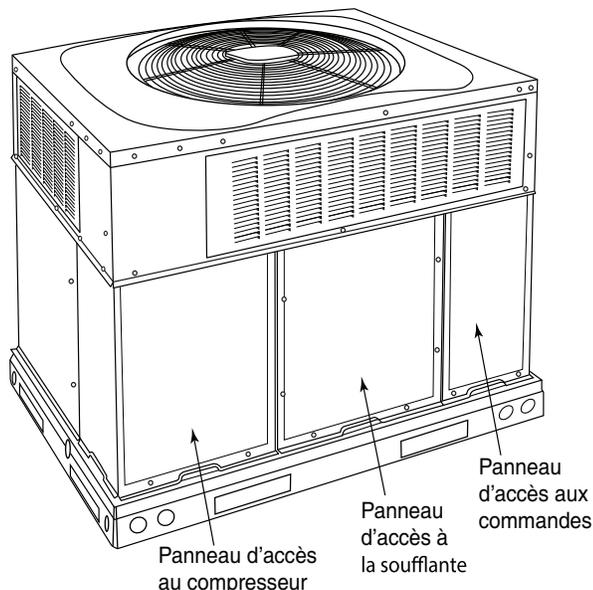

Fig. 24 – Panneaux d'accès de l'appareil
- a. Retirez les panneaux d'accès du ventilateur (consultez la Fig. 24).
- g. Réinstallez les panneaux d'accès du ventilateur (consultez la Fig. 24).
1. Retirez le panneau d'accès de commande (consultez la Fig. 24).
Retirez les panneaux d'accès du ventilateur (consultez la Fig. 24). L'interrupteur de limite est situé sur le compartiment de ventilateur.
3. Retirez le panneau d'accès de commande (consultez la Fig. 24).
Retirez les panneaux d'accès (consultez Fig. 24) pour accéder aux commandes électriques et au câblage. Vérifiez que toutes les connexions électriques sont bien serrées. Serrez toutes les vis des connexions. Si les connexions portent des traces de décoloration ou de brûlure, démontez les connexions, nettoyez toutes les pièces, coupez et dénudez l'extrémité des fils, puis refaites-les correctement en serrant bien.